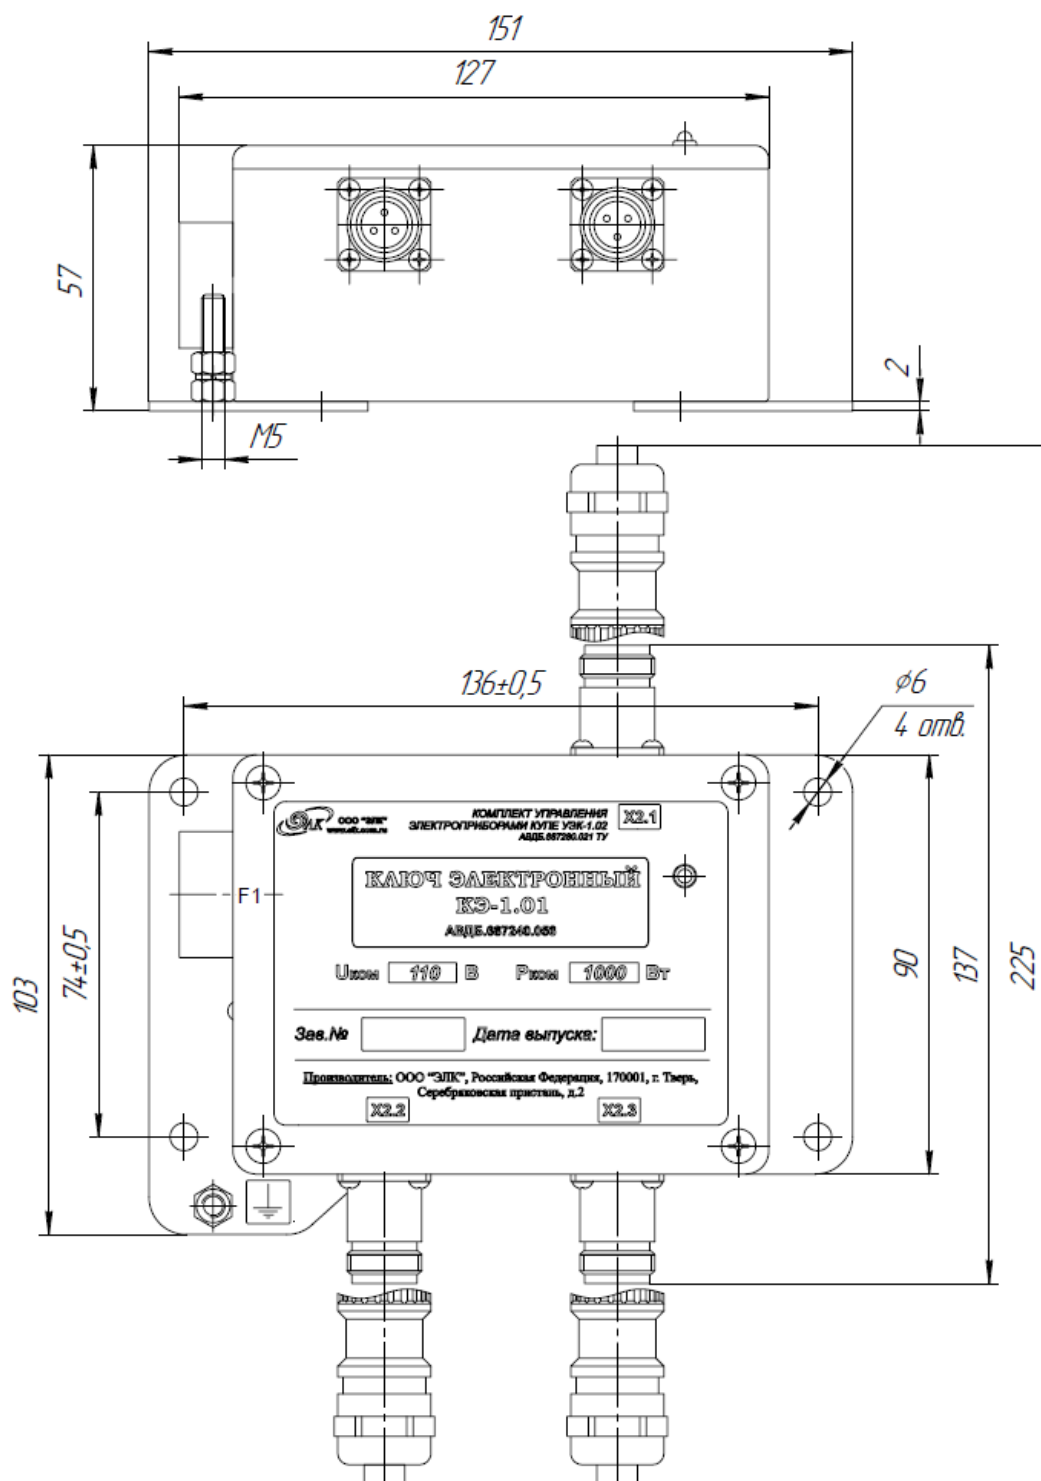

Рис. 1 Внешний вид, габаритные и присоединительные размеры ключа электронного КЭ-1.01
2.6 Габаритные и присоединительные размеры блока согласно рис.1
4.1 КЭ-1.01 выполнен в виде металлического корпуса с разъемами (см. рис.1) и предназначен для установки в запотолочное пространство. КЭ-1.01 имеет следующие разъемы: